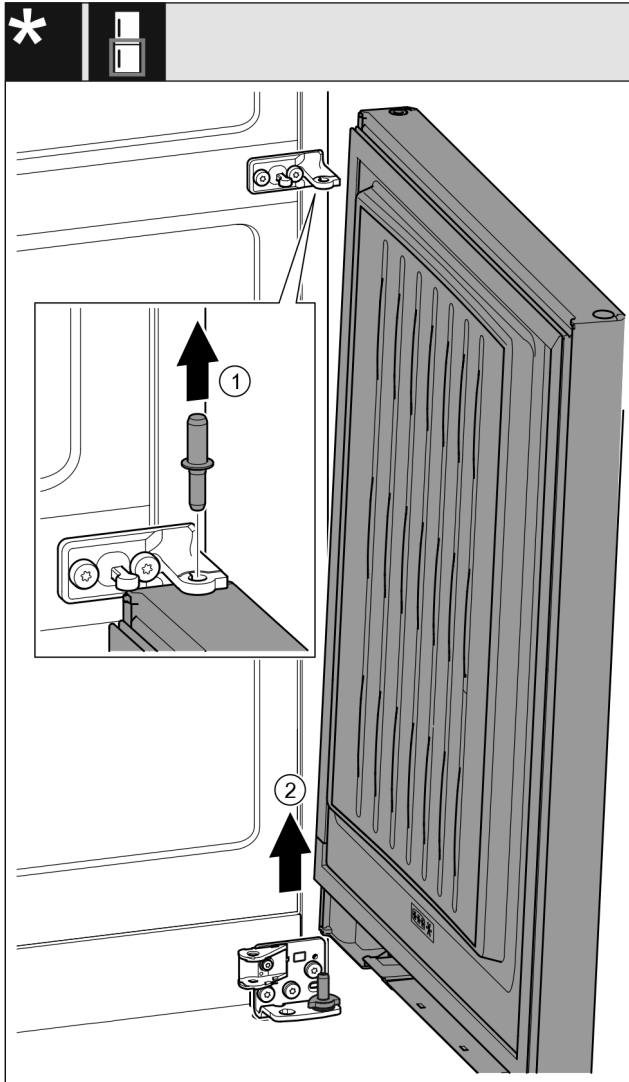

Fig. 32 带减震器\*
- ▶ 向上拉出螺栓 Fig. 32 (1)。\*
- ▶ 冰箱门 Fig. 32 (2)向外旋转，向上拉出后放在旁边。\*